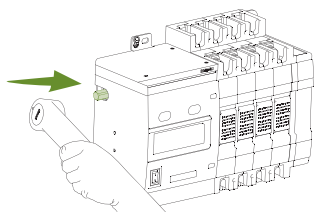
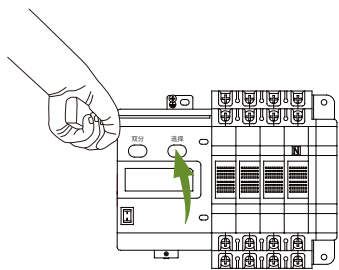
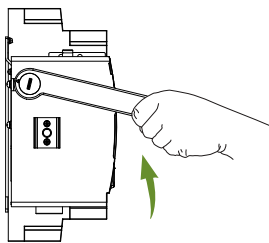

图2
图3
图4
- ② 如图2指示，将旋转手柄插入转轴，手柄插入角度与本体的角度相同，如下图4指示；
- ③ 双分 常用：如图4、5指示，手动操作使产品由双分状态到常用位置；
- ④ 双分 备用：如图3指示，持续按住“选择”按钮，并按图4旋转手柄到图5位置；
- ⑤ 听到“咔嗒”声音，表示切换完毕，此时开关位置指示窗是由开始“双分”到操作后的“常用”或“备用”位置。
当手动转为备用电源时，有图3步骤